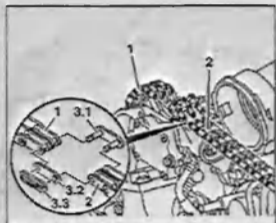

Рис. 3.27. Присоедините новую цепь 2 к старой 1 с помощью звена 3.1 и промежуточной пластины 3.2 и наружной пластины 3.3.
11. Присоедините новую цепь 2 к старой 1 с помощью звена 3.1 и промежуточной пластины 3.2 и наружной пластины 3.3 (рис. 3.27).